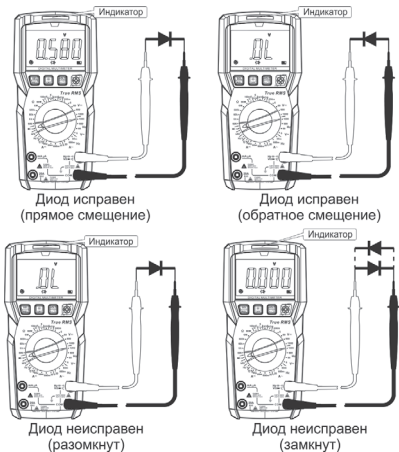

Рис. 8 Проверка диода
7.5 Проверка диода (см. рис. 8)